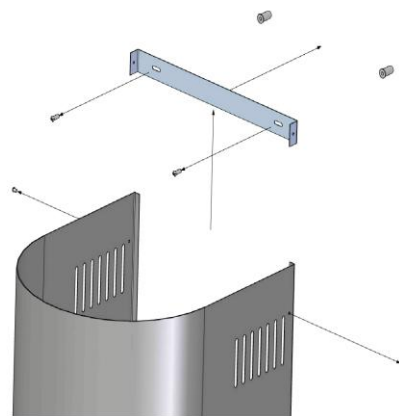

Рис. 8
- Висуньте внутрішню трубу (3) на потрібну висоту.
- Відмітьте на стіні розташування отворів, що знаходяться у внутрішній маскувальній трубі (3), для правильного позиціонування кронштейна (4).
- Прикладіть кронштейн (4) на вибраній висоті і відмітьте отвори.
- Зробіть отвори в стіні за допомогою свердла, діаметр якого відповідає дюбелям (6), що додаються.
- Прикріпіть кронштейн (4) на вибраній висоті.
- Витягніть внутрішній маскувальний екран (3) і з'єднайте гвинтами (7) з кронштейном (4) (Рис. 4 і Рис. 8).